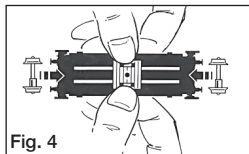

Fig. 4
- Beleuchtungseinsatz in den Wagenboden einführen und durch Festdrücken einrasten lassen (Fig. 4). Spezialradsätze und mittleren Achshalter (nur: 8071–73) montieren.
- Place the lighting unit into the coach chassis and press firmly, clipping it into position (Fig. 4). Put the special wheel sets and the holder of the centre axle (only: 8071–73) in position.
- Engagez la garniture dans le socle du véhicule et appuyez jusqu'à emboîtement (Fig.4). Montez des essieux spéciaux et l'appui d'essieu central (seulement: 8071–73).